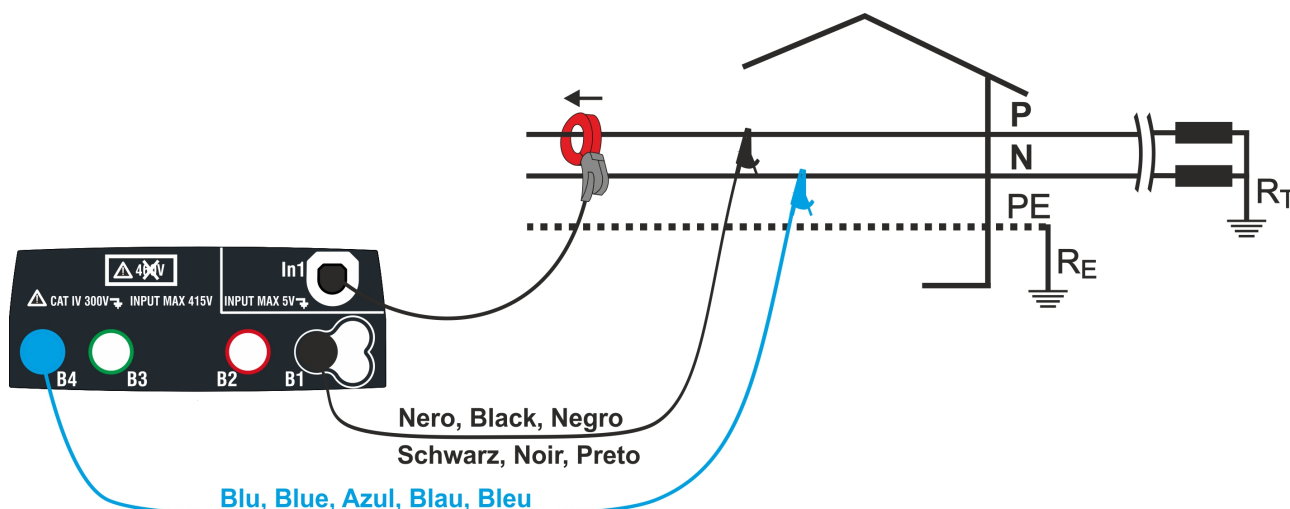

Fig. 37: Conexión para medida en sistema Monofásico
4. Conectar los conectores azul y negro de los cables en los correspondientes terminales de entrada del instrumento B4, B1. Inserte el extremo libre de los cables los cocodrilos o puntas de pruebas correspondientes. Conectar cocodrilos o puntas de pruebas, en las fase P y N en acuerdo en la Fig. 37 para la medida de tensión en sistema Monofásico o las fases L1 y L2 acuerdo a la Fig. 38 para la medida de tensión en sistema Trifásico equilibrado. Conecte la pinza externa en la entrada **In1** y en el conductor de fase para sistema Monofásico o en la fase L3 para sistema Trifásico equilibrado. La flecha sobre la pinza debe seguir la dirección en que la corriente fluye normalmente desde el generador a la carga como se muestra en la Fig. 37 y la Fig. 38